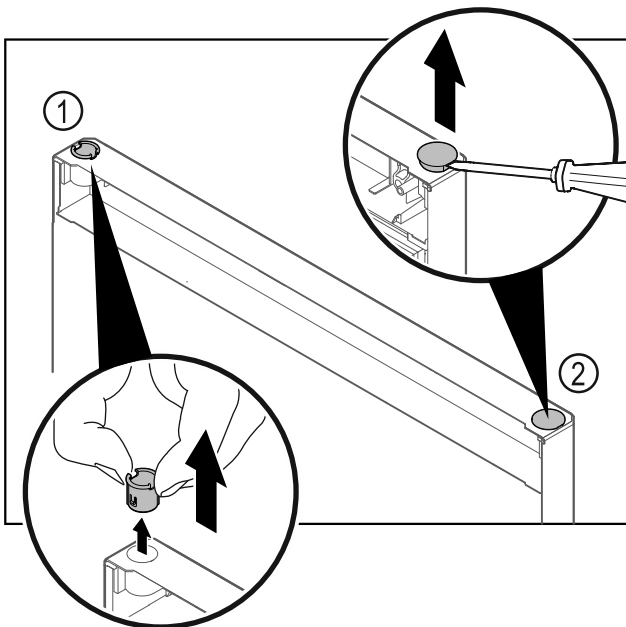

Fig. 28 Πόρτα τμήματος συντήρησης
- ▶ Τραβήξτε έξω την υποδοχή μεντεσέ Fig. 28 (1) με τα δάχτυλα.
- ▶ Ανασηκώστε προσεκτικά την τάπα Fig. 28 (2) με ένα ίσιο κατασαβίδι και τραβήξτε την έξω.